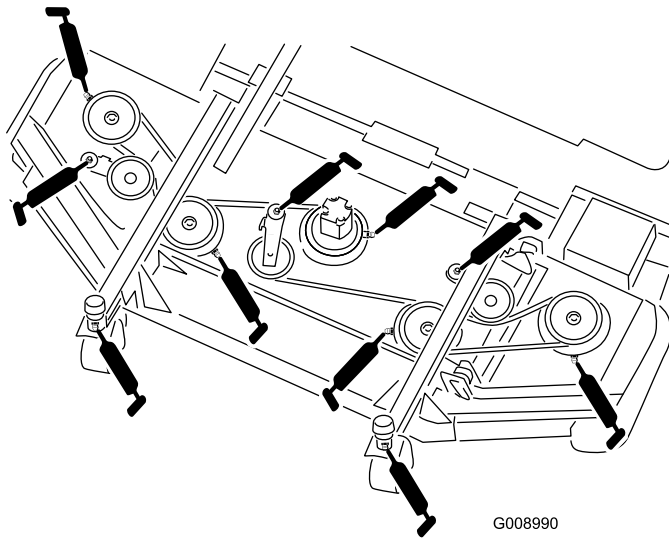

Bild 54
- Laufradgabel-Büchsen (2) (Bild 54)
- Spindelwellenlager (5) (am Spindelgehäuse) (Bild 54)
- Spannarm-Drehbüchsen (3) (an Spannarm-Drehwelle) (Bild 54)